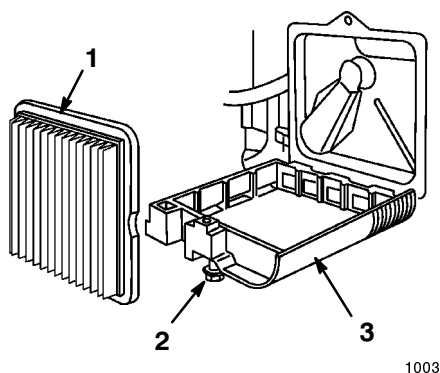

Figure 17
3. Desserrer la vis de fixation du couvercle du filtre à air au moteur (Fig. 17).
4. Laisser le couvercle descendre et le nettoyer soigneusement (Fig. 17).
5. Retirer le filtre en papier (Fig. 17) et le jeter.
6. Retirer le filtre en papier (Fig. 17) et le jeter.